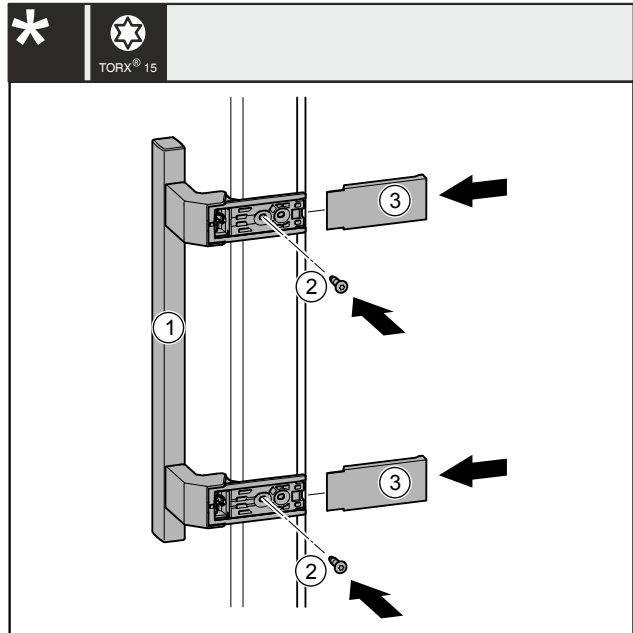

Fig. 42
- Griff Fig. 42 (1) auf der Gegenseite ansetzen.
- Schrauben Fig. 42 (2) mit Schraubendreher festschrauben.
- Abdeckungen Fig. 42 (3) seitlich ansetzen und aufschieben, so dass sie einrasten.